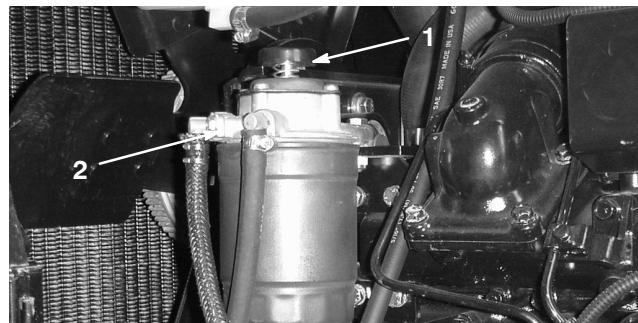

Bild 26
2. Drehen Sie die Vorpumpe (Bild 26) nach links, bis sich die Feder in der Pumpe löst. Bewegen Sie die Pumpe nach oben und unten, bis ein gleichmäßiger Kraftstoffstrom um den Filter herum austritt. Ziehen Sie dann die Schraube fest.
3. Lösen Sie die Entlüftungsschraube am Kraftstofffilter/ Wasserabscheider um ungefähr eineinhalb Umdrehungen (Bild 26). Bedienen Sie die Vorpumpe, bis ein gleichmäßiger Kraftstoffstrom um das Entlüftungsloch fließt (Bild 26). Ziehen Sie dann die Entlüftungsschraube fest.